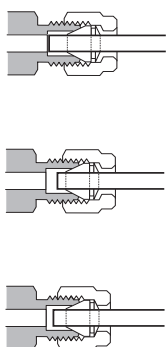

Figure 28. Raccord terminé
- 10 Des raccords correctement et incorrectement emboutis sont représentés à la **Figure 28**. Notez que l'extrémité du tube dans un raccord correctement embouti n'est pas écrasé et n'intervient pas avec le rôle des ferrules.